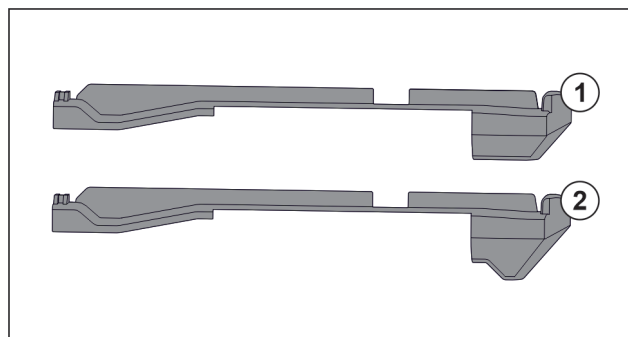

Fig. 74 Vergelijking van de insteekelementen
In het apparaat bevinden zich twee verschillende insteekelementen. Het insteekelement boven de onderste lade Fig. 74 (2) heeft een driehoekige rand. Alle overige insteekelementen Fig. 74 (1) hebben een rechte rand.
- Insteekelement Fig. 74 (2) met de driehoekige rand boven de onderste lade aanbrengen.
- Insteekelement Fig. 74 (1) met rechte rand op alle overige plekken aanbrengen.